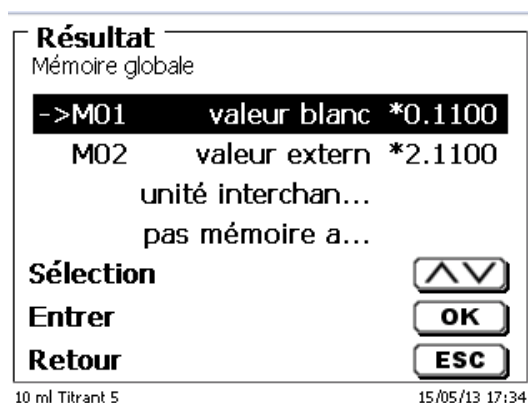

Fig. 96
**Exemple:** On détermine la valeur à blanc d'un titrage de chlorure au moyen d'une méthode particulière. Le résultat en ml est alors automatiquement inscrit dans la mémoire globale M01 avec la mention «valeur à blanc» (Fig. 96). Dans la méthode appliquée au chlorure, la valeur à blanc est alors automatiquement déduite de la consommation de solution de titrage.